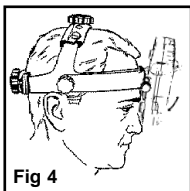
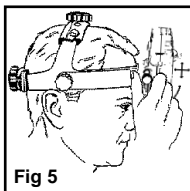

Fig 4
Fig 5
Sitúe el oftalmoscopio All Pupil II lo más cerca posible de los ojos, de forma que pueda conseguirse el mayor campo posible (Fig. 4), utilizando para ello el ajuste de bisagra (D), tal como se indica en la Fig. 5.